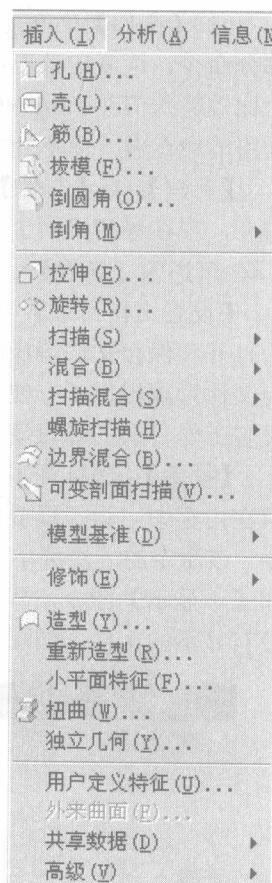

图 1-6 插入菜单
(4) 【插入】菜单。Pro/ENGINEER Wildfire 3.0 将模型的创建流程，如长方形、挖孔、倒角、圆角、剪切等操作作为特征，该菜单的主要作用是插入特征。在不同的模块下，其菜单中的命令不尽相同，零件模块下的【插入】菜单如图 1-6 所示。该菜单也包含了很多以前出现在菜单管理器中的命令。